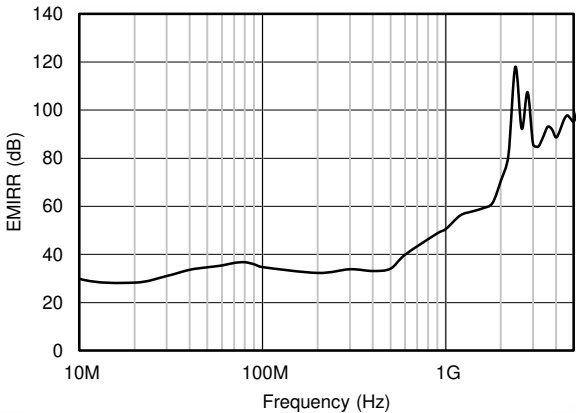

图 7-1. EMIRR 测试
TLV906x 通过集成电磁干扰 (EMI) 滤波降低无线通信设备、混合使用模拟信号链和数字元件的高密度电路板等干扰源产生的 EMI 效应。利用电路设计技术可以提高 EMI 抗扰度；TLV906x 从这些设计改进中受益。德州仪器 (TI) 已具备在 10MHz 至 6GHz 宽频谱范围内准确测量和量化运算放大器抗扰度的能力。图 7-1 展示了对 TLV906x 执行此测试的结果。表 7-1 列出了在实际应用中 TLV906x 在常见特定频率下的 EMIRR IN+ 值。有关详细信息，请参阅 运算放大器的 EMI 抑制比应用手册。